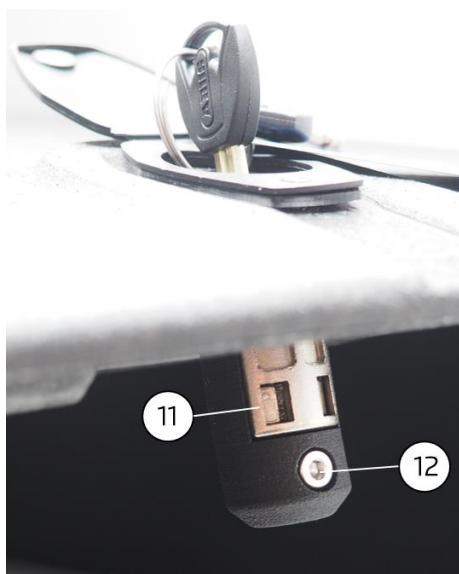

Abb. 5/ fig. 5
Den Schließzylinder ⑪ mit eingefahrenem Zapfen von der Außenseite in den Deckel montieren und mit der Zylinderkopfschraube ⑫ und der M4 Selbstsichernden Mutter ⑬ verschrauben (Abb. 5. & 6)